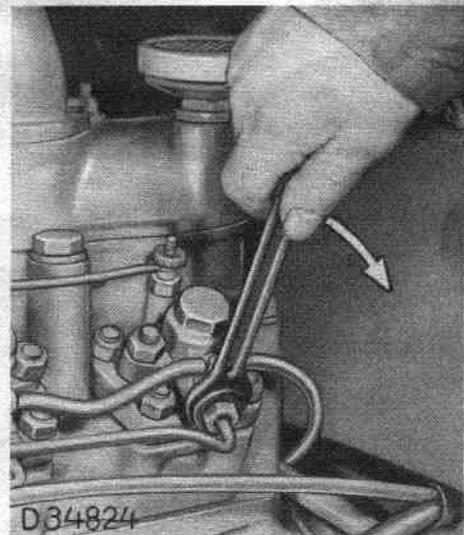

Fig. 157 - Serrage des raccords des tuyaux d'injection sur les injecteurs
5. Si le moteur ne démarre pas encore, dévisser les tuyaux d'injecteurs sur les porte-injecteurs. Purger en actionnant le démarreur (la tirette de démarrage étant enfoncée), et resserrer avec précaution les écrous raccord (fig. 157). Ne pas serrer plus que nécessaire pour éviter les fuites.